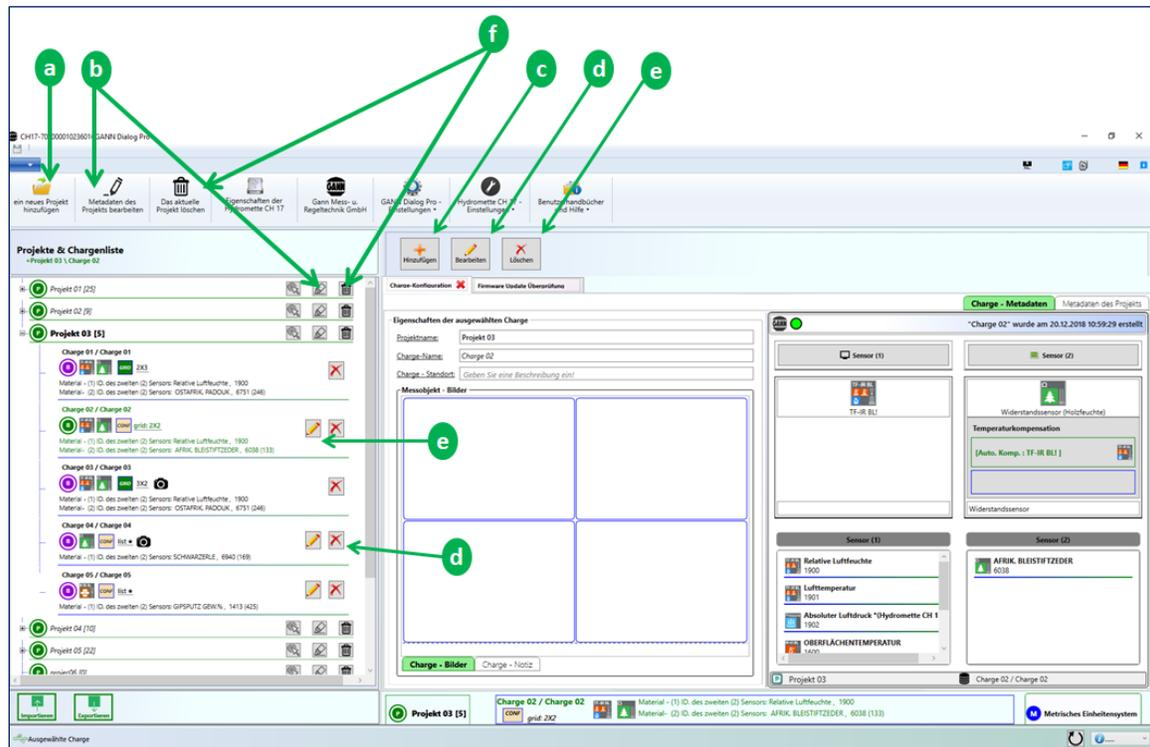
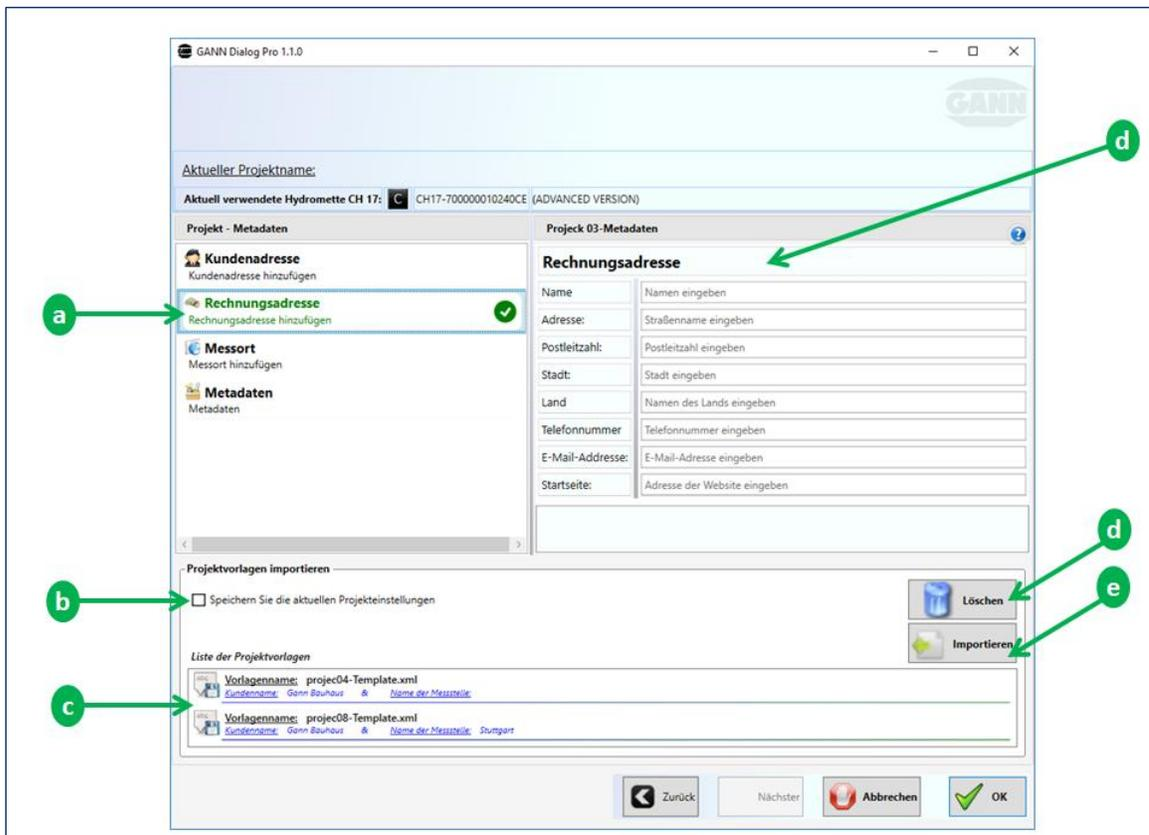

Abbildung 6-1: Hinzufügen von Projekt- und Charge-Metadaten
Abbildung 6-2: Projekt-Metadaten
Abbildung 6-1 zeigt verschiedene Aktionen, die durchgeführt werden können, um Projekt- oder Batch-Metadaten hinzuzufügen:
- Klicken Sie auf die Schaltfläche "Bearbeiten" (siehe Pfeil **b** in Abbildung 6-1),
Die folgenden Metadaten können zu einem Projekt hinzugefügt werden (siehe Listenfeld in Abbildung 6-2):
- Klicken Sie auf die Schaltfläche "Bearbeiten" (d) in Abbildung 6-1),
Abbildung 6-2 enthält weiterhin die folgenden Elemente:
Um Metadaten zu einem bestehenden Projekt hinzuzufügen, klicken Sie auf die Schaltfläche "Bearbeiten" (b in Abbildung 6-1). Dann erscheint das in Abbildung 6-2 gezeigte Fenster. Sie können nun jede Metadaten­gruppe auf der linken Seite auswählen (a in Abbildung 6-2) und die entsprechenden Angaben machen (d in Abbildung 6-2).
Das in Abbildung 6-2 ausgefüllte Projekt-Metadaten­formular kann als Vorlage gespeichert und später wiederverwendet werden: Klicken Sie auf das Kontrollkästchen „Speichern“ (b in Abbildung 6-2), und bestätigen Sie mit „OK“.
Um eine gespeicherte Projekt-Metadatenvorlage aus der Liste (c) zu importieren, wählen Sie die Vorlage aus, und klicken Sie auf die Schaltfläche "Importieren" (e). Die Projekt-Metadaten werden dann in das Projekt-Metadatenfenster (d) in Abbildung 6-2) geladen.
Um Metadaten zu bestehenden Chargen hinzuzufügen, klicken Sie auf die Schaltfläche "Bearbeiten" (b) in Abbildung 6-1), oder verwenden Sie das Kontextmenü des ausgewählten Chargenelements.
Das in Abbildung 6-2 gezeigte Dialogfeld wird angezeigt. Ändern Sie dann z.B. das Material, indem Sie auf die Materialliste klicken.